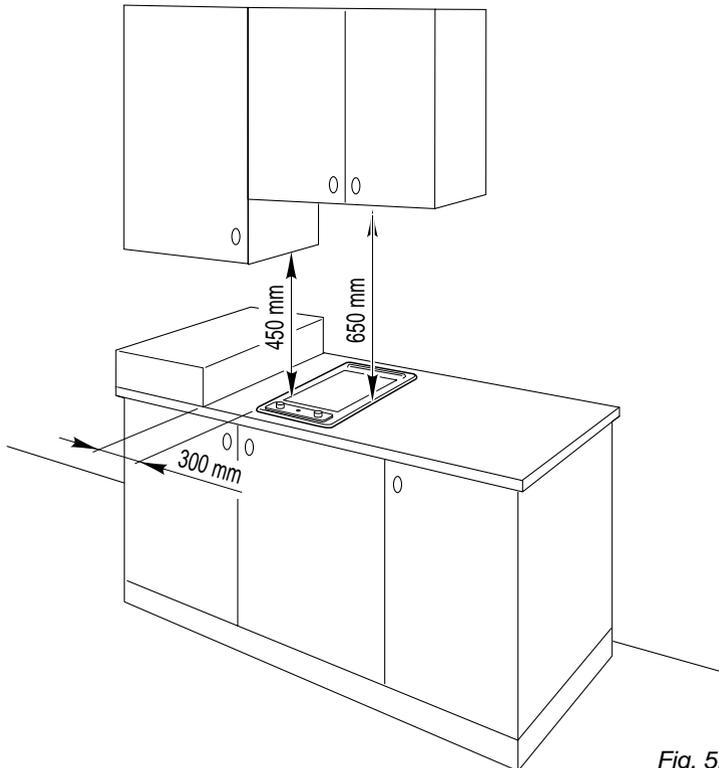

Fig. 5.4
- S'il se trouve au dessus du grill un meuble suspendu ou une hotte, maintenir entre la table et le meuble ou la hotte une distance minimale de 650 mm (fig. 5.4).